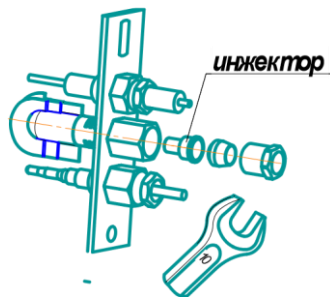

Рис.9. Замена инжектора
- пилотная горелка - заменить инжектор (Рис.9) для природного газа (2отв. Ø0,29мм), на инжектор